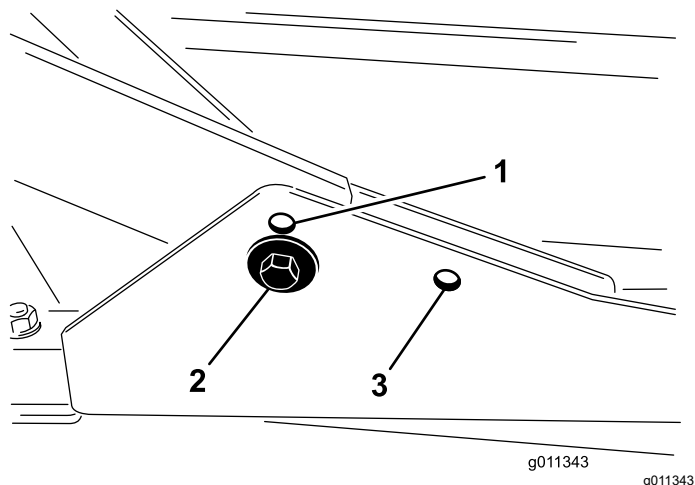

Figura 9
- Para alturas de corte de 2.0 cm - 7.6 cm (0.75" - 3"), monte los bastidores de tiro delanteros en los orificios de montaje delanteros inferiores (Figura 9).
- Para alturas de corte entre 6.3 y 10 cm (2.5" a 4"), los bastidores de tiro delanteros deben montarse en los orificios de montaje delanteros superiores (Figura 9).
Para todas las alturas de corte, monte la unidad de corte trasera en los orificios de montaje traseros (Figura 9).